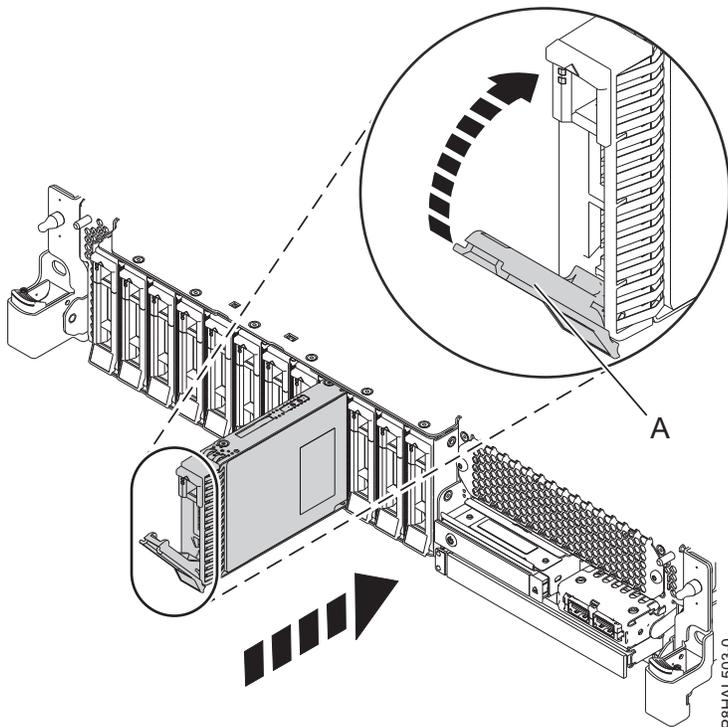
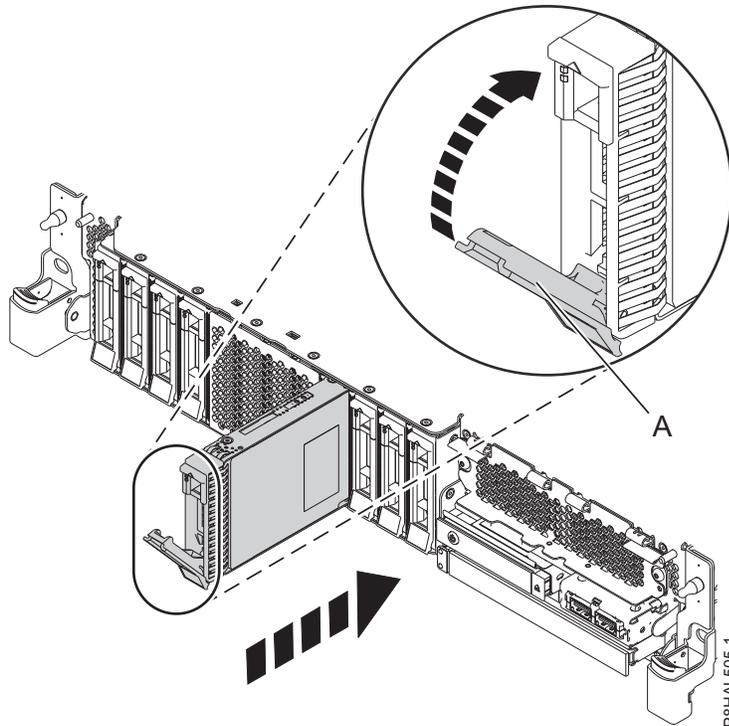

Abbildung 54. Plattenlaufwerk in einem System mit Basisfunktionen austauschen
Abbildung 55. Plattenlaufwerk in einem System mit erweiterten Funktionen austauschen
3. Entriegeln Sie den Griff (A) des Laufwerks, indem Sie ihn zusammendrücken und zu sich hin nach außen ziehen. Wird der Griff nicht ganz nach außen gezogen, lässt sich das Laufwerk nicht in das System einschieben. Siehe Abb. 54 auf Seite 60 und Abb. 55 auf Seite 61.
Abb. 54 und Abb. 55 auf Seite 61.